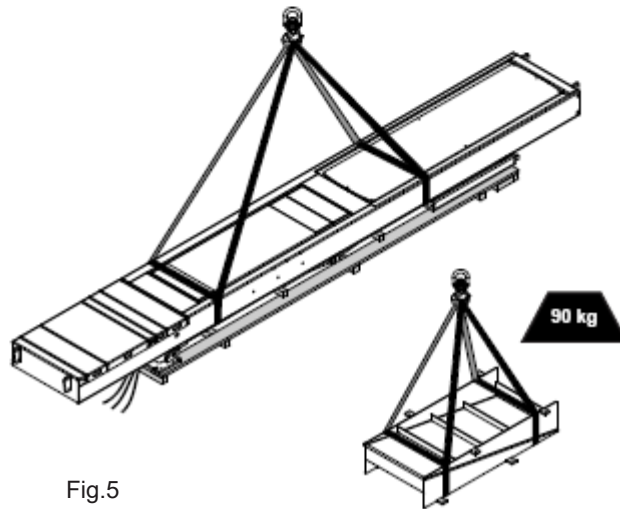

Fig.5
- Lyftoperationer skall utföras enligt fig. 5.
- Vidta alla försiktighetsåtgärder och använd lyftmekanismer som är i gott skick. Använd de speciella lyftpunkterna som anges i fig. 5.